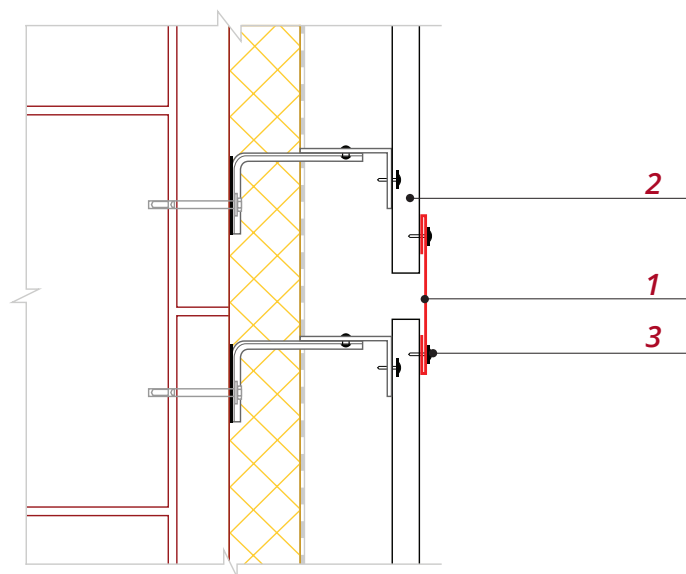

Рис. 16
- Планку стыковочную простую **1** крепите после монтажа панелей сайдинга **2** (рис.16). Рекомендуется использовать саморезы ПШС с окрашенной головкой **3**, вытяжные заклепки или кровельные саморезы 5.5\*19.